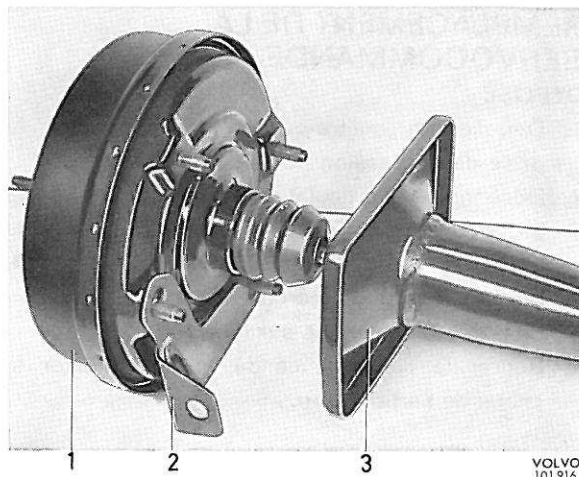

Figure 94. Repose de la servocommande
2. Remonter les supports de la servocommande, voir figure 94. Ne pas serrer trop fortement les écrous de fixation avant la repose de la servocommande sur la voiture.